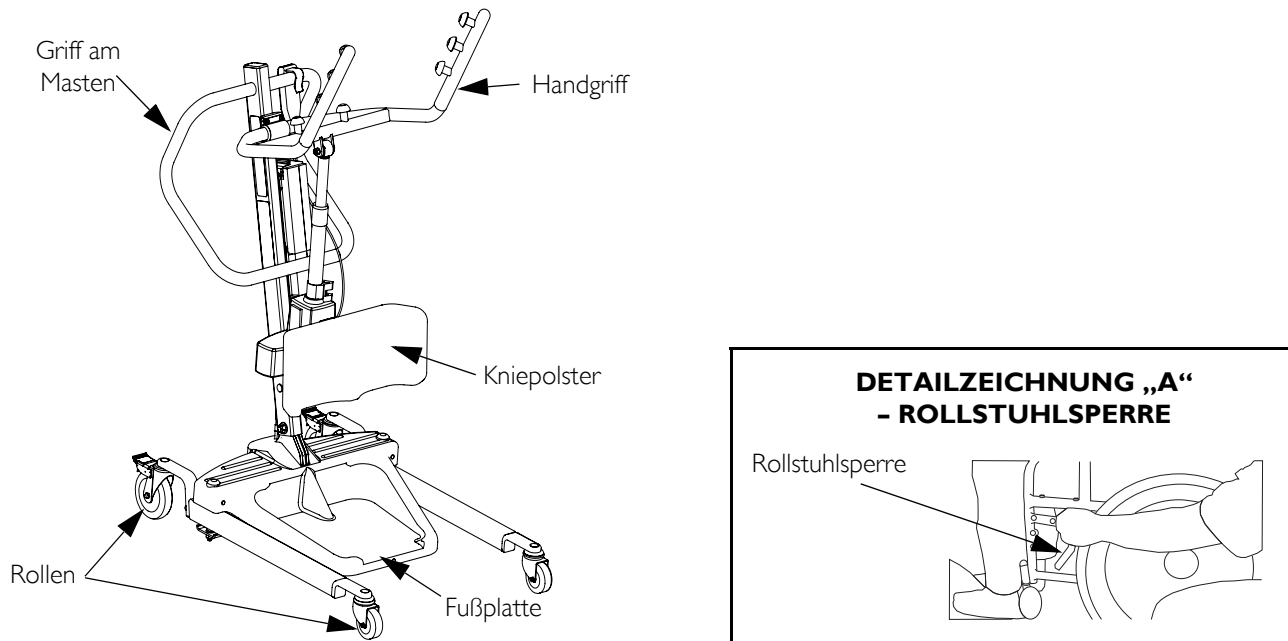

ABBILDUNG 4.2 Anheben des Patienten
HINWEIS: Informationen hierzu finden Sie in ABBILDUNG 4.2 auf Seite 137.
1. Sagen Sie dem Patienten, dass er sich an den Handgriffen zu beiden Seiten des Patientenlifts festhalten soll (siehe ABBILDUNG 4.2).
4. Wird ein Patient von einem Rollstuhl umgesetzt, verriegeln Sie die Rollstuhlsperren des Rollstuhls (siehe Detailzeichnung „B“ in ABBILDUNG 4.2).